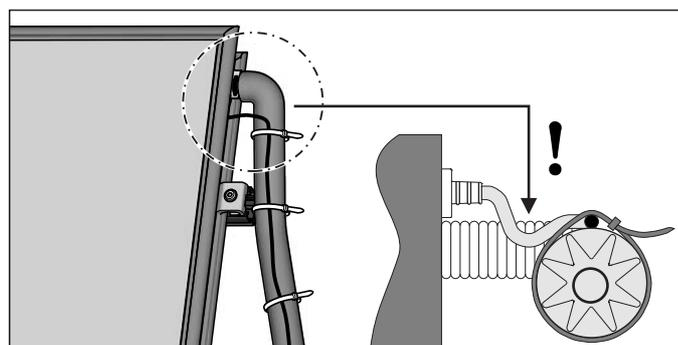

Fig. 4-22 Étape 3
- Pour le passage de câble, veillez à ce que de l'eau de pluie ne puisse pas parvenir jusqu'au point d'introduction de la sonde (à poser avec collerette d'égouttement, voir fig. 4-22).